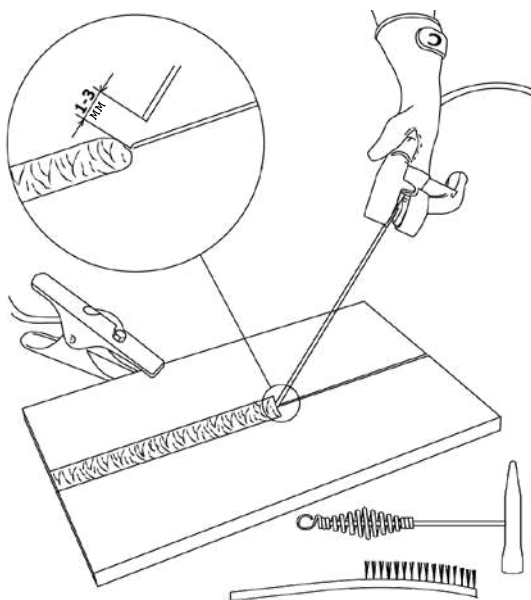

Рис. 8.9. Перед началом работы.
8. Начинайте сварочный процесс (См. рис. 8.9).
Перед началом работы не забудьте проверить следующее (См. рис. 8.9):